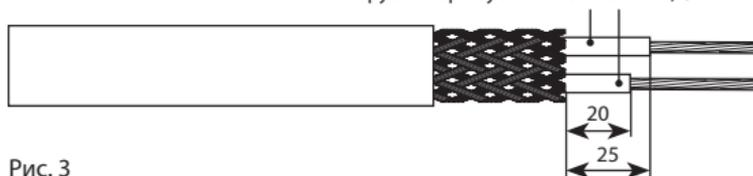

Рис. 3
5.4. Надеть трубки термоусаживаемые (поз. 3 или поз. 2* состава комплекта) на токопроводящие жилы на оба конца кабеля и усадить с помощью воздушного термопистолета (рис. 3).